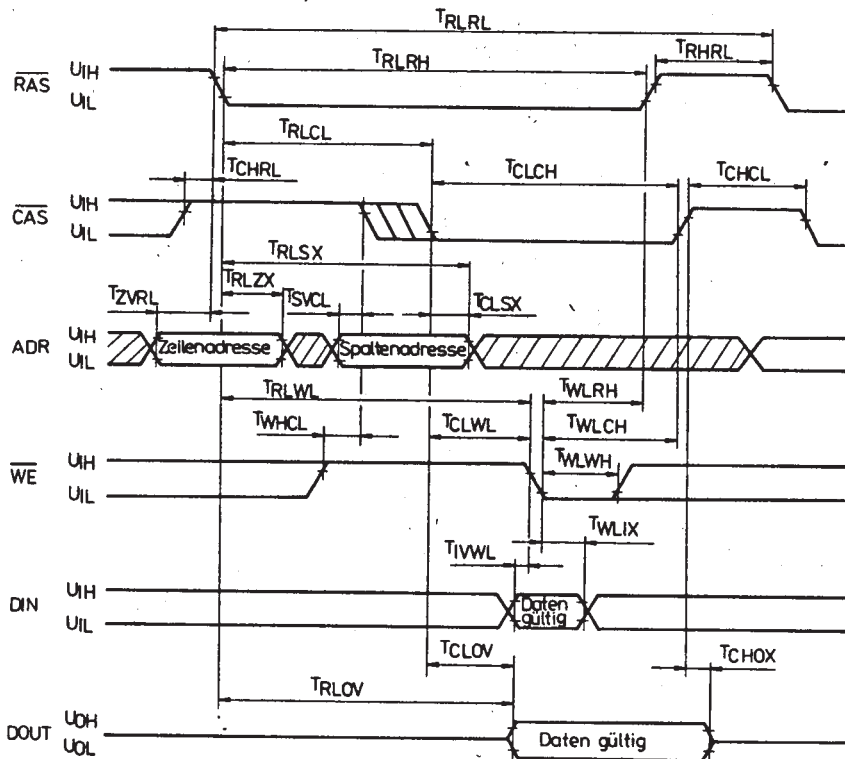
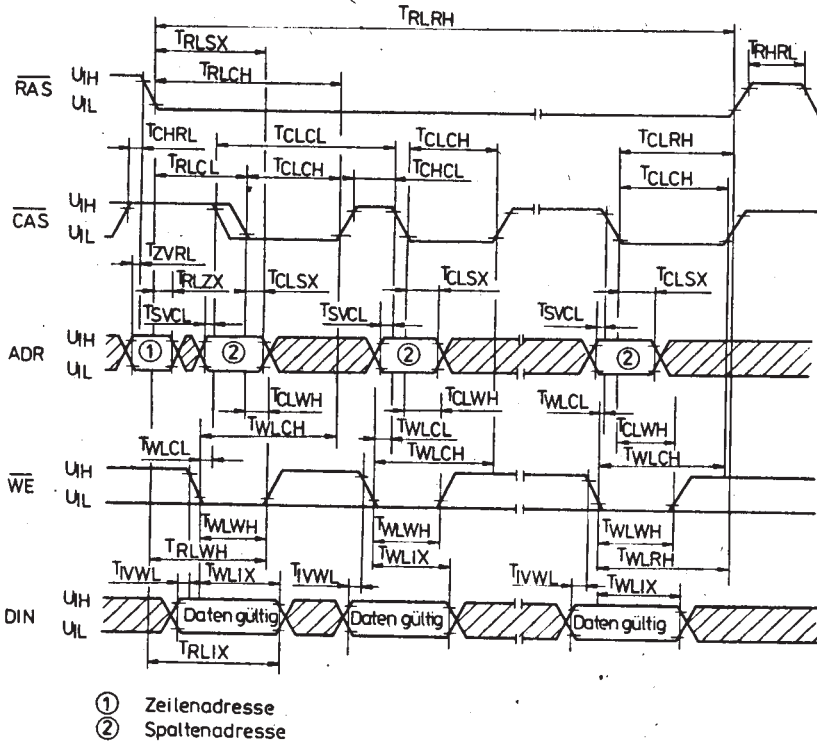

Bild 6 Impulsdiagramm für den READ-MODIFY-WRITE-Zyklus
Bild 9 Impulsdiagramm für den PAGE-MODE-READ-MODIFY-WRITE-Zyklus
- 6) Betriebsbedingungen, die nach Bild 6 im READ-MODIFY-WRITE- und nach Bild 7 bis Bild 9 im PAGE-MODE-Zyklus einzuhalten sind, aber für READ- oder WRITE-Zyklen ebenfalls gelten, ersieht der Leser aus den für diese Betriebsarten betreffenden Tabellen.